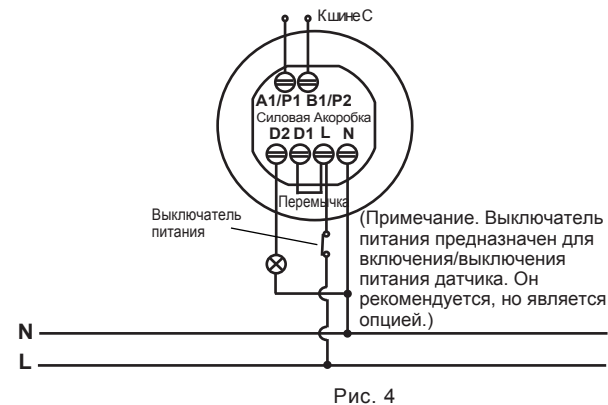

Рис. 4
- Работа сигнального управления шины С (см. рис. 4, убедитесь, что ползунковый переключатель установлен соответственно, см. раздел 4.2.1.2 и рис. 20 и 21).